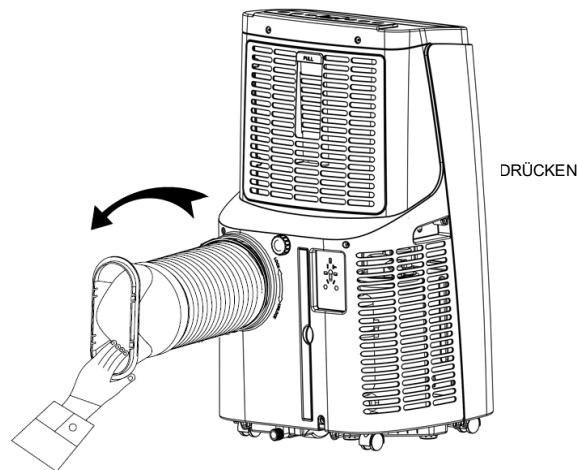

Abbildung 1
1.1 Installieren Sie das Wärmerohr (wie in Abb. 1 dargestellt)
- 2) Stecken Sie die Wärmerohr-Baugruppe (das Ende der Abluftrohrverbindung) in den Lüftungsschlitz der Rückwand (nach links drücken) und vervollständigen Sie den Zusammenbau (wie in Abbildung 1 gezeigt).